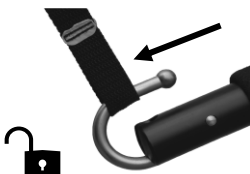

Fig. 1.7B
- (2) Sejlstroppen føres ind over krogen i den åbne position (Fig. 1.7B).